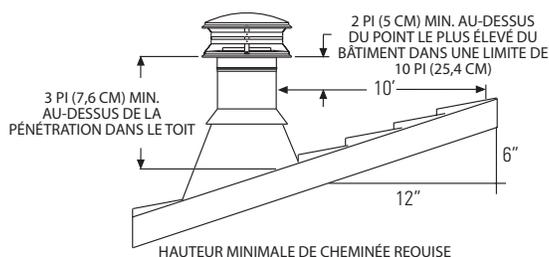

Figure 1
- Déterminez la hauteur de cheminée minimale au-dessus de la ligne du toit. Les codes du bâtiment exigent un minimum de 3 pi (7,6 cm) au-dessus de la pénétration dans le toit et au moins 2 pi (5 cm) plus haut que toute partie d'un bâtiment dans un rayon de 10 pi (25,4 cm). Voir la Figure 1. Le capuchon de sortie est installé au-dessus de ce point. Si la cheminée s'élève à plus de 5 pi (15,2 cm) au-dessus de la pénétration dans le toit, une bride de toit est nécessaire.